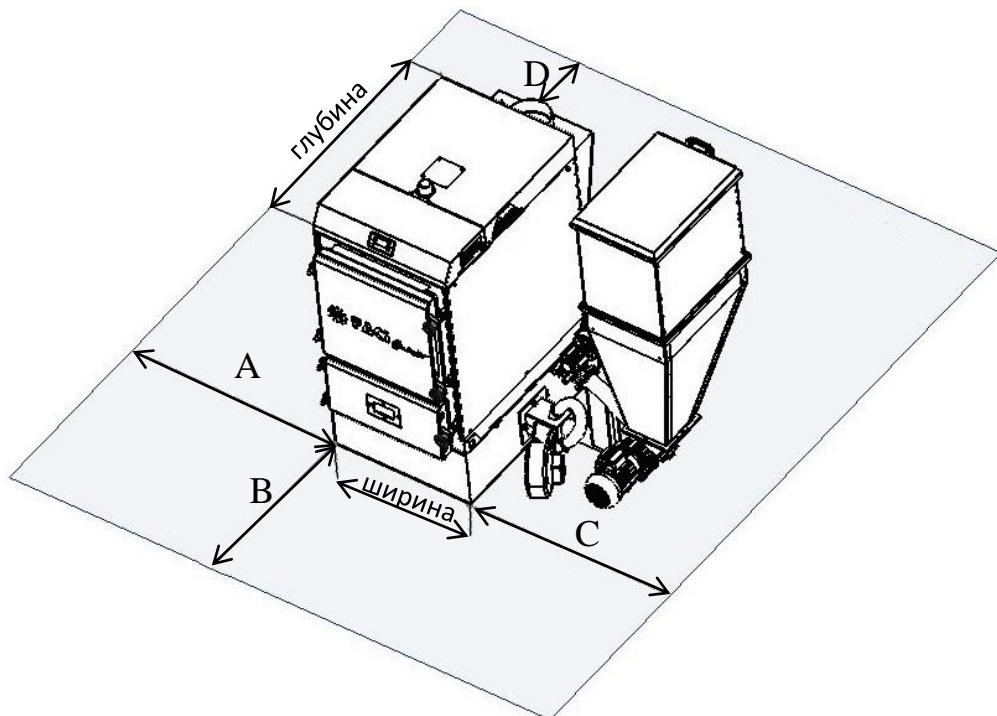

Рис. 23
**2.7.1.4** При установке котла в котельной необходимо соблюдать требования выдерживания свободных расстояний до ближайших препятствий (рис. 23). В указанных размерах свободных расстояний не должно находиться никаких предметов, ни трубопроводов, ни других элементов котельной. Указанные технологические проходы должны быть свободны для доступа в любое время и ничем не загромождены.
Обозначение на рис. 23	Требуемое значение размера.